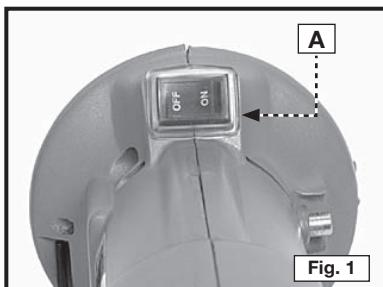

Fig. 1
La Herramienta Cortadora tiene un interruptor de balancín (A) Fig. 1. Un extremo del interruptor está marcado con "OFF", apagado, y el otro está marcado con "ON", prendido.
Una llave hexagonal (A) Fig. 1 se guarda en la caja principal de la Herramienta Cortadora. Esta llave es para apretar (y aflojar) los tornillos de retención de las brocas. Use la uña del pulgar para dar vuelta a la llave hexagonal en el sentido de las manecillas del reloj (alejándola de la caja principal de la herramienta). Agarre la llave y sáquela de su bolsillo de depósito.